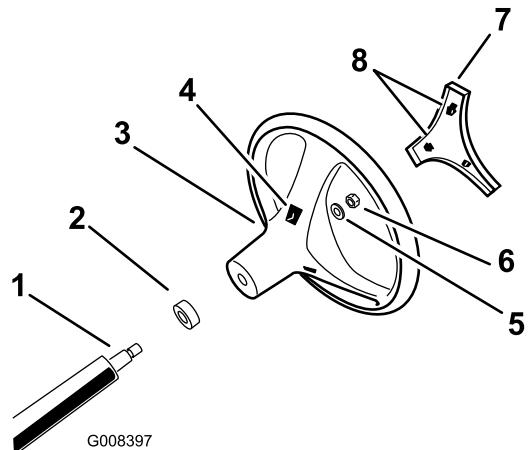

Рисунок 3
- Совместите выступы крышки с пазами в рулевом колесе и запечатните крышку на ступице рулевого колеса (Рисунок 3).
- Закрепите рулевое колесо на валу с помощью контргайки (Рисунок 3). Затяните контргайку с моментом от 24 до 29 Н•м.